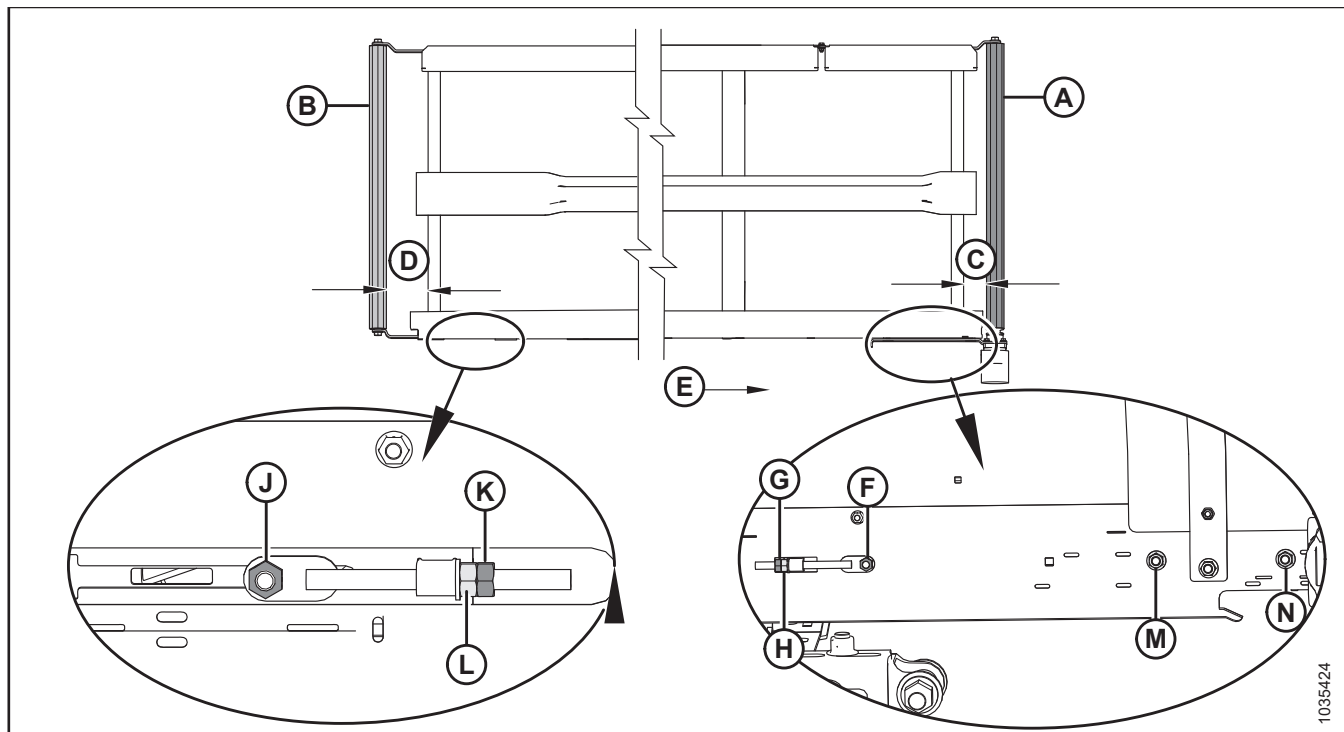

Рисунок 5.100: Регулировка хода полотна — левое полотно
2. Отрегулируйте приводной ролик (А), чтобы изменить параметр С (см. таблицу 5.11, страница 299 и рисунок 5.100, страница 299), выполнив следующее.
- а. Ослабьте гайки (F), (M) и (N), а также контргайку (G).
- б. Поверните регулировочную гайку (H).
- в. Затяните гайки (F), (M) и (N), а также контргайку (G).
3. Отрегулируйте натяжной ролик (В), чтобы изменить параметр D (см. таблицу 5.11, страница 299 и рисунок 5.100, страница 299), выполнив следующее.
- а. Ослабьте гайку (J) и контргайку (K).
- б. Поверните регулировочную гайку (L).